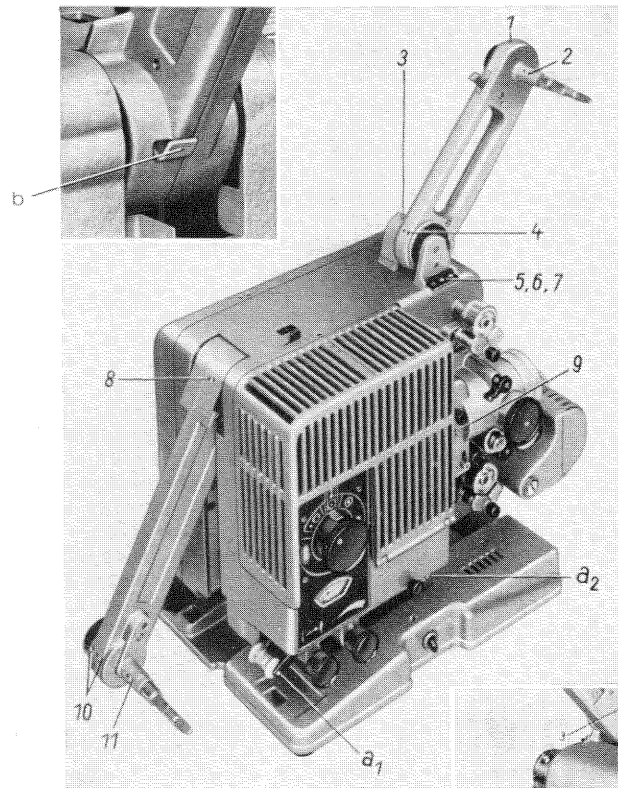

Bild 27
5. Wenn die Umspulgeschwindigkeit zum Schluß stark abzufallen beginnt, Zug der Umspulfriktion mit Hilfe des Bremshebels vermindern (Bild 27/b).
Nach etwa 4 Betriebsstunden die durch rote Punkte gekennzeichneten 14 Ölstellen und die beiden Führungsrollen a_1 und a_2 (Bild 27 und 28) mit Shell-Vitrea-Öl 41 ölen. Danach Projektor einige Minuten ohne Film laufen lassen und das abgespritzte Öl sauber abwischen. Besondere Aufmerksamkeit den Ölstellen 4, 5, 6, 7, 10, 12, 13 und 14 widmen, da sie Getriebe und Schaltorgan versorgen!